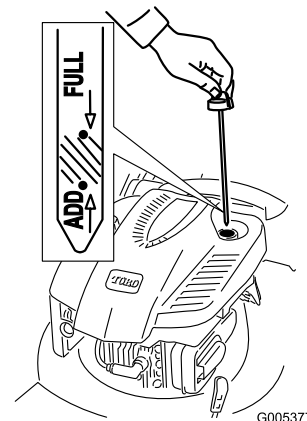

Bild 6
1. Ziehen Sie den Peilstab heraus (Bild 6).
2. Füllen Sie das Öl **langsam** in den Einfüllstutzen ein, um den Ölstand auf die Voll-Marke am Peilstab anzuheben (Bild 6). **Füllen Sie nicht zu viel ein.** (Max. Füllstand: 0,59 l, Typ: Waschaktives SAE 30W-Öl mit der Klassifizierung SF, SG, SH, SJ, SL oder höher durch das American Petroleum Institute (API).)
1. Nehmen Sie den Peilstab heraus und wischen Sie ihn ab. Stecken Sie ihn dann ganz ein (Bild 6).
2. Nehmen Sie den Peilstab heraus und prüfen Sie den Ölstand (Bild 6). Wenn der Ölstand unter der Nachfüll-Marke ist, gießen Sie **langsam** Öl in den Einfüllstutzen, um den Ölstand auf die Voll-Marke am Peilstab anzuheben. **Füllen Sie nicht zu viel ein.** (Max. Füllstand: 0,59 l, Typ: Waschaktives SAE 30W-Öl mit der Klassifizierung SF, SG, SH, SJ, SL oder höher durch das American Petroleum Institute (API).)